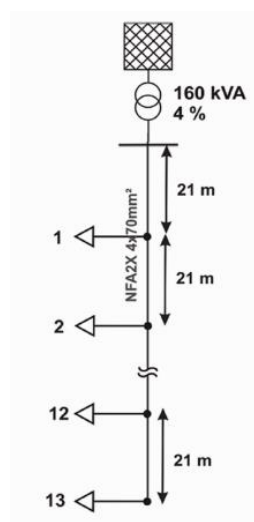

Figure 10 Kerber Landnetz Freileitung 1
- Kerber Landnetz Freileitung 1 (Figure 10)